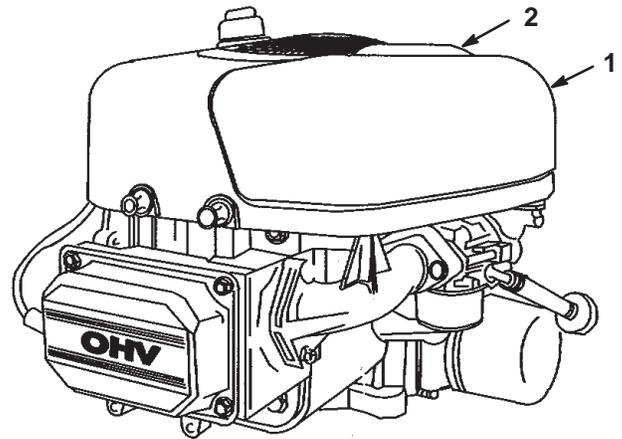

Figure 24
3. Nettoyez la surface autour du filtre à air pour éviter que des impuretés s'introduisent dans le moteur et l'endommagent. Tirez la poignée du couvercle du filtre à air et tournez-la vers le moteur (Fig. 24). Déposez le couvercle du filtre à air.